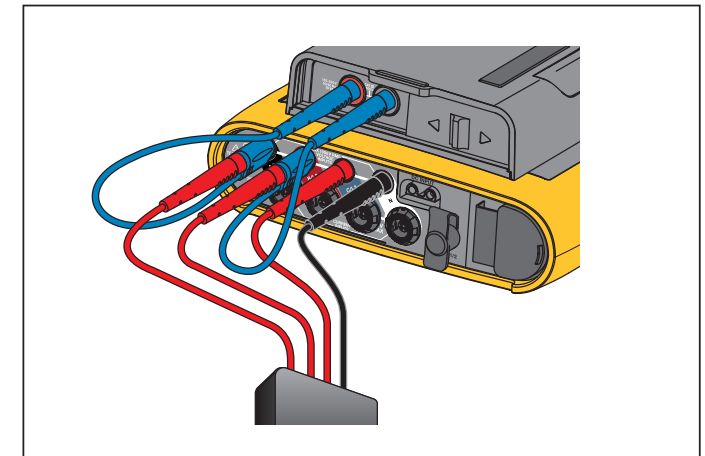

Figure 9. Mesure sans tension neutre ni alimentation de l'instrument
- Raccordez B/L2 à la deuxième entrée de l'alimentation. Voir la Figure 9.